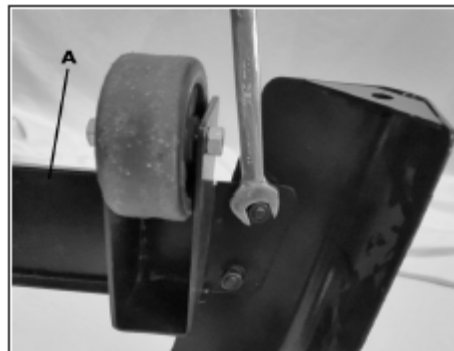

Рис. 6
3. Прикрепить нижнюю опорную пластину С (рис. 6, А) на оба комплекта сборки ног и соединительной пластины с помощью болтов М8х16 с квадратным подголовником, с плоской и пружинной шайбой на 8 мм и гаек М8.